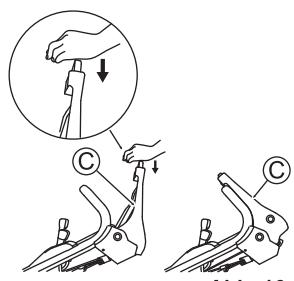

Abb. 16
3. Drücken Sie den Klingenhebel (C) nach vorne und drücken Sie gleichzeitig dessen gelben Knopf. Die Klinge beginnt, sich zu drehen. (Siehe Abb. 16)